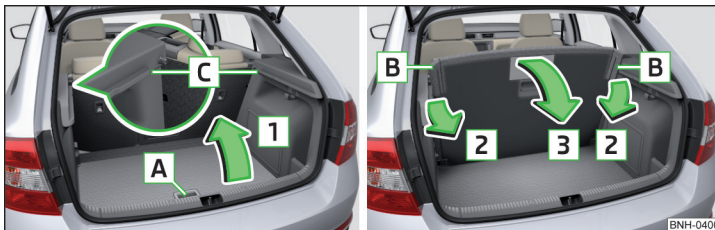

Abb. 96 Parkstellung einstellen / Von der Parkstellung aus herunterklappen
- Den variablen Ladeboden am Griff **A** » Abb. 96 fassen.
- Auf die klappbaren Ecken **B** » Abb. 96 auf den beiden Seiten des variablen Ladebodens in Pfeilrichtung **2** drücken und diese von den Positionen **C** lösen.